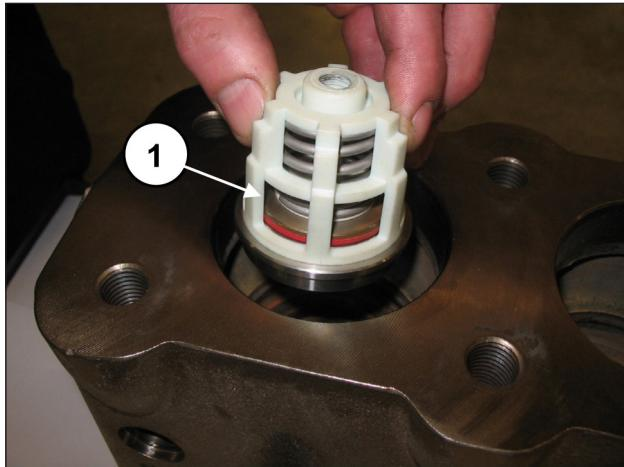
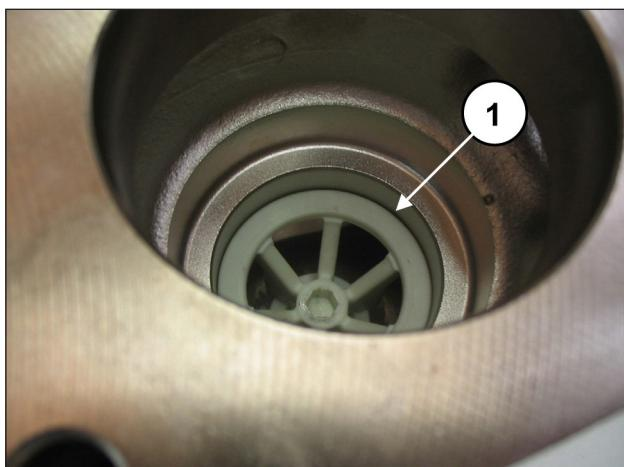

Fig. 94
Fig. 95
Introducir el grupo de la válvula de aspiración (pos. ①, Fig. 94) y, a continuación, el distanciador (pos. ①, Fig. 95).
El grupo de la válvula se ha de introducir a fondo como se indica en la pos. ①, Fig. 95.